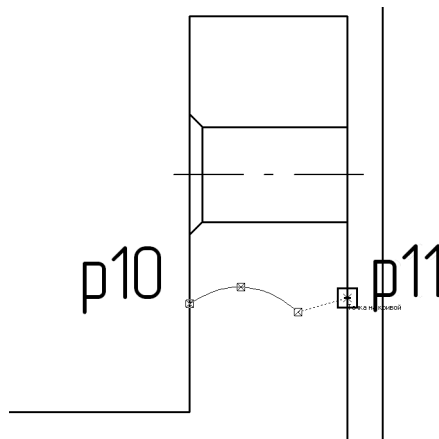

Рис. 51.35. Построение кривой Безье
6. Далее введите пару промежуточных точек «на глаз», а последнюю точку p11 вновь зафиксируйте на втором вертикальном отрезке с использованием локальной привязки **Точка на кривой** (рис. 51.35).